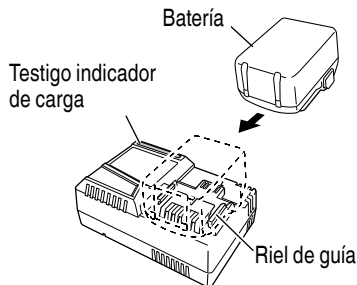

Fig. 10
2. Inserte la batería en el cargador de baterías. Inserte la batería en el cargador de baterías como muestra en la Fig. 10.